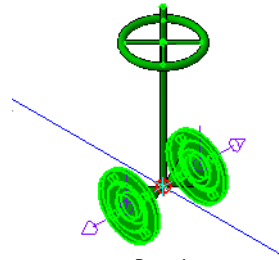

Рис. 1
2. Укажите вершину траектории, в которую требуется поместить *Задвижку* (рис. 1).